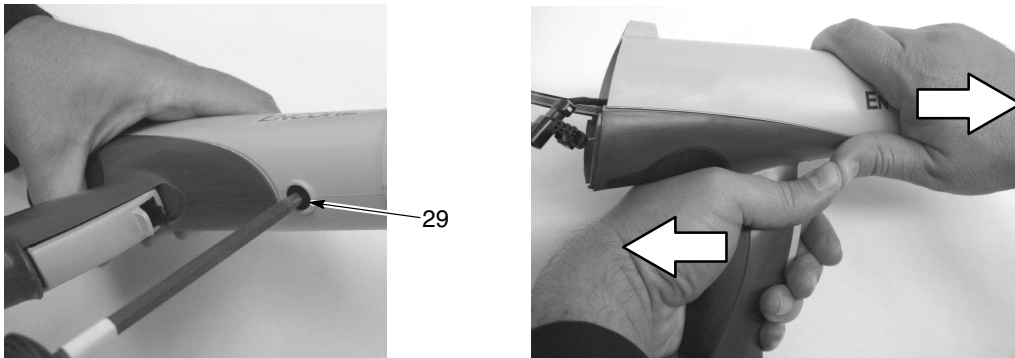

图 6 - 3 从手柄上拆下枪体
4. 详见图6 - 3。从枪体上拆下黑色尼龙螺钉 (29)。